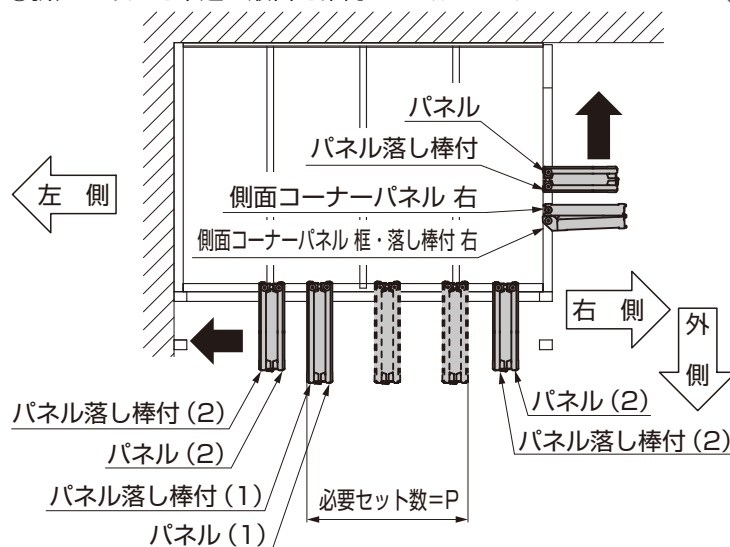

図14-6
- 折戸パネルおよび折戸パネル落し棒付は図14-6の順番に吊り込んでください。順番を間違えると折戸パネルが正しく機能しません。